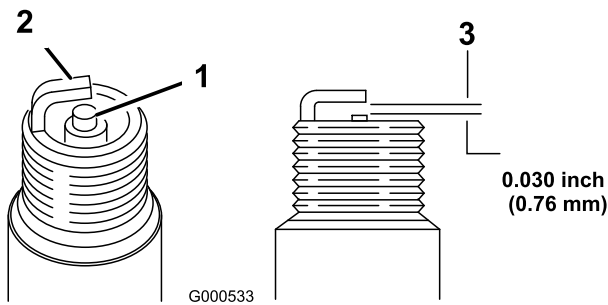

Figure 26
8. Avec les doigts, appliquez de l'huile sur le joint du filtre à huile neuf (Figure 26).
- Réglez l'écartement des électrodes à 0,76 mm ; voir Figure 26.